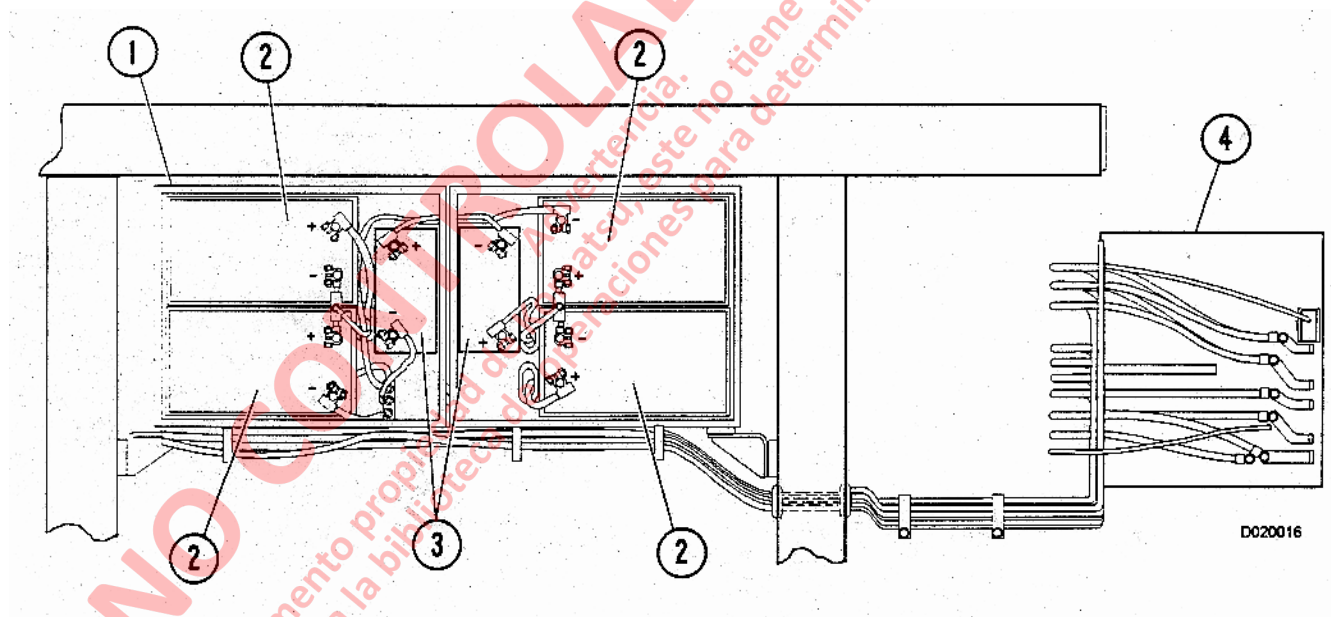

FIGURA 13-1. CONJUNTO DEL ALTERNADOR
El Modelo Niehoff N1227 o C609 (Figura 13-1) es una unidad de trabajo pesado de 24 VDC de 220 amps. Un regulador de voltaje de estado sólido (6) montado externamente, en el conjunto de la caja del extremo proporciona el control de voltaje durante la operación. Una conexión única de salida (5) está ubicada en la cara de la unidad de control (4) para la conexión al circuito positivo de la batería del camión. El cable del circuito a tierra se puede fijar a cualquiera de los dos terminales (10) ubicados en la caja delantera. Una protección del ventilador (7) protege al personal de mantenimiento del ventilador que gira cuando el motor está funcionando.